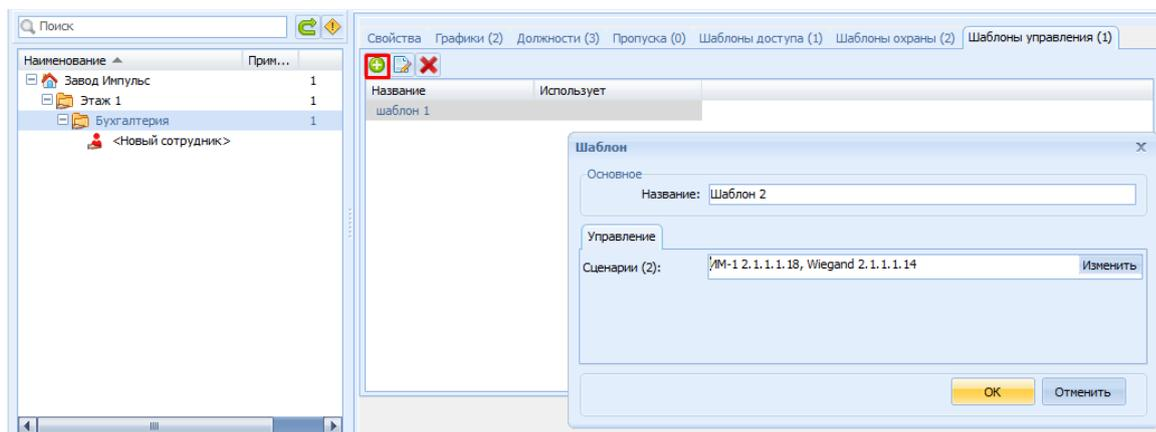

Рисунок 25.35 – Закладка «Шаблоны управления» и окно «Шаблон управления»
- 2) Перейти на закладку **Шаблоны управления** и нажать кнопку  «Добавить» панели меню (рисунок 25.35).